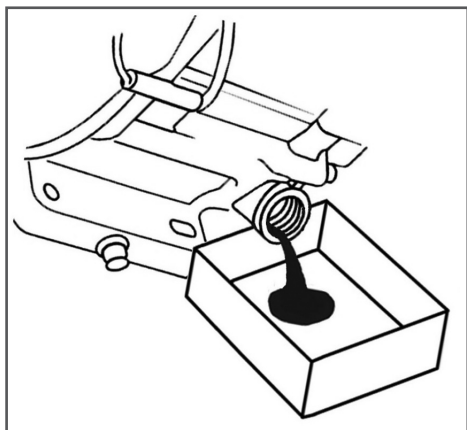

Рис. 20 Замена моторного масла
- (1) Техническое обслуживание должно осуществляться более часто, при работе в пыльных условиях.
(2) Данный вид работ необходимо выполнять в авторизованном сервисном центре.
- С помощником наклоните скарификатор в сторону маслозаливной горловины двигателя и слейте отработанное масло через маслозаливную горловину в подготовленную для этого емкость (Рис. 20).